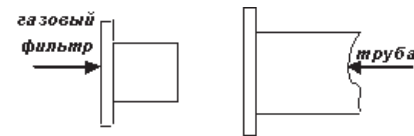

Рис. 4
**Перед присоединением** к газовой сети, установить газовый фильтр во внутреннюю полость трубы, согласно рис. 4 (для плит с газ/контролем).